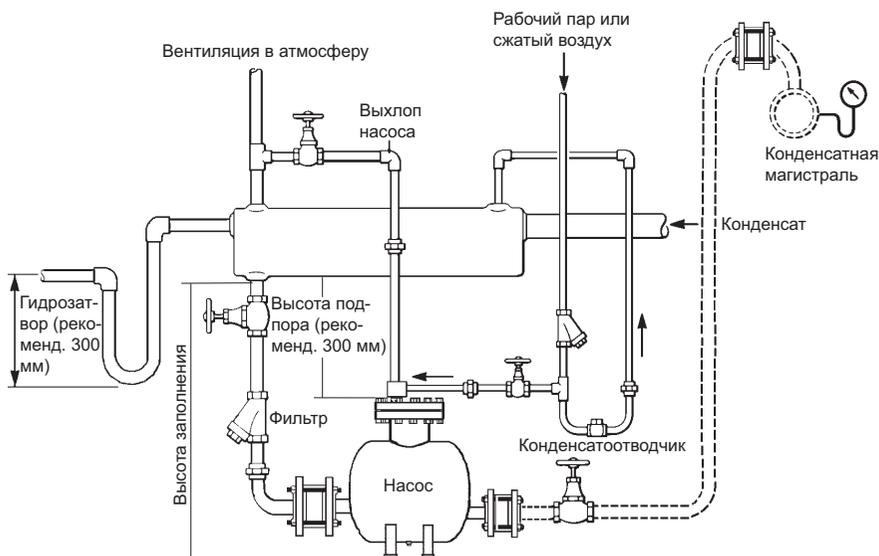

Рис. 2
1. Установите насос под осушиваемым оборудованием, направив соединение выхлопа вверх. Насос должен быть установлен с рекомендуемой высотой подпора 300 мм (вертикальное расстояние между срезом крышки насоса и дном ресивера), как показано на Рис. 2. Для определения другой высоты подпора необходимо свериться с таблицей производительности насоса, так как при снижении высоты подпора, производительность насоса уменьшается см. T1-5-030-US.
2. Чтобы предотвратить затопление оборудования во время фазы выпуска насоса, горизонтально и выше насоса должна быть установлена выпускная труба от резервуара или ресивера, как на Рис. 2. Для точного определения размера ресивера/резервуара используйте таблицу "Размеры ресиверов" на стр. 6. Все соединения входной линии должны быть полностью открыты.
Если конденсатопровод проложен на большой высоте, то в верхней точке трубы, идущей от насоса к общему конденсатопроводу, должен быть установлен дополнительный обратный клапан. Это предотвратит обратный ход воды во время заполнения насоса и, соответственно, гидроудары, которые могут быть результатом такого хода. См. рис. 2.